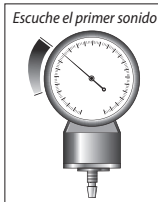

Fig. 4
10. A medida que disminuye la presión, escuche atentamente los latidos del pulso mientras observa el indicador. Preste atención al primer sonido retumbante que oiga, ésta es la presión SISTÓLICA, Fig 4.